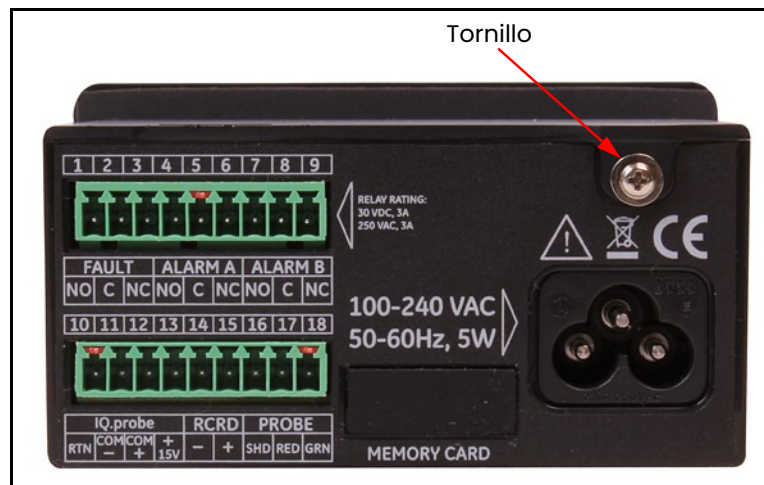

Figura 4: Panel posterior (se muestra la versión con cable de CA)
2. Retire el tornillo ubicado en la parte superior del panel posterior (vea la *Figura 4* a continuación).